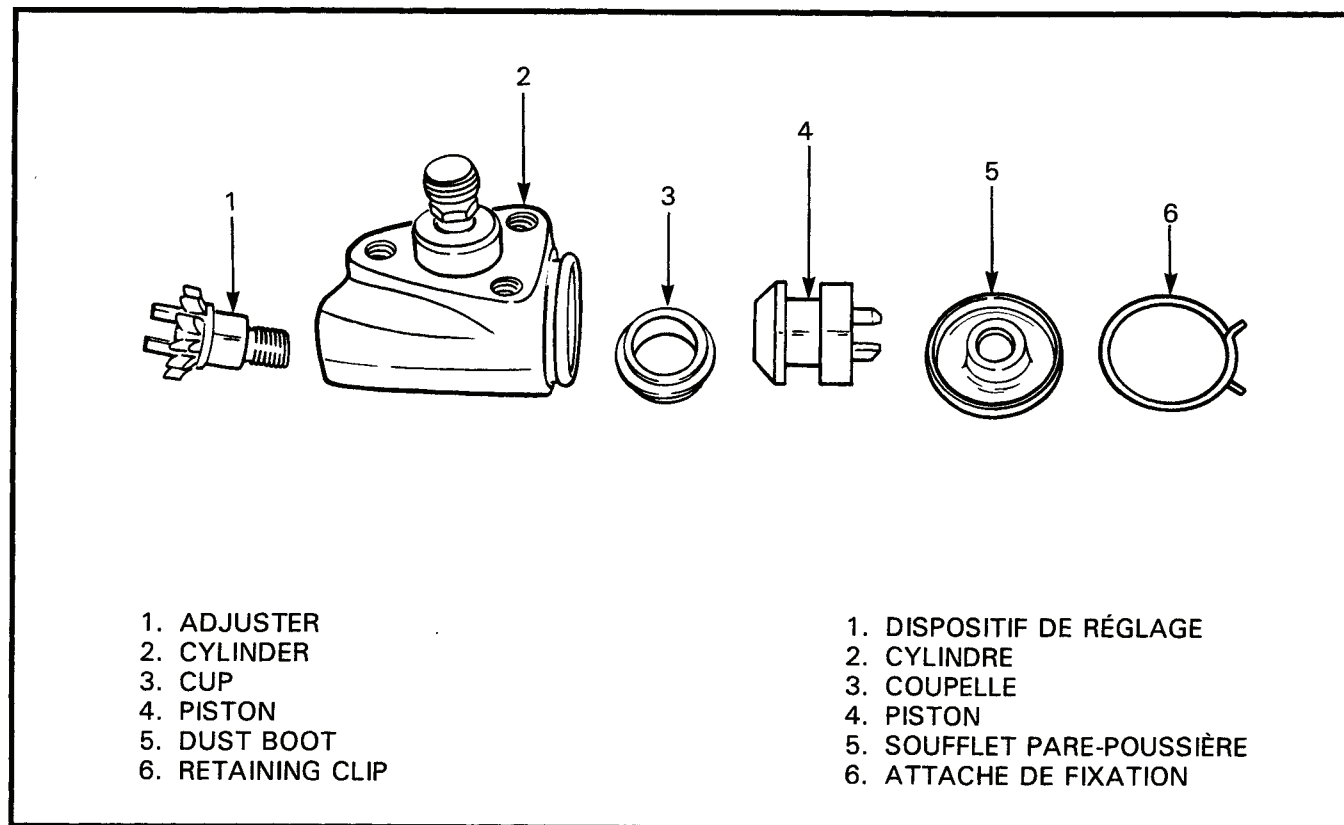

Figure 4-2-7 Components of Front Wheel Cylinder
20. **Disassembly** — To disassemble, see Figure 4-2-7 and proceed as follows:
- Remove the adjuster (1) from the cylinder (2).
- Remove the retaining clip (6) from the cylinder dust boot (5) and pull the boot from the cylinder.
20. **Démontage** — Pour démonter les cylindres, voir figure 4-2-7, et procéder comme suit:
- Enlever le dispositif de réglage (1) du cylindre (2).
- Enlever l'attache de fixation (6) du soufflet pare-poussière du cylindre (5), et enlever le soufflet du cylindre.
22. **Assembly** — To assemble see Figure 4-2-7 and proceed as follows:
- a. Carefully install the cup (3) on the piston (4), ensuring the lip of the cup faces toward the inner end of the piston.
- b. Install the piston in the cylinder (2), ensuring the lip of the cup does not fold outward.
- c. Install a new boot (5) over the piston end of the cylinder and install a retaining clip (6), ensuring the tangs of the clip will face away from the backing plate when the cylinder is installed on the backing plate.
22. **Assemblage** — Pour assembler les cylindres, voir figure 4-2-7 et procéder comme suit:
- a. Placer soigneusement la coupelle (3) sur le piston (4) en s'assurant de placer la lèvre de la coupelle vers l'intérieur du piston.
- b. Installer le piston dans le cylindre (2) en prenant soin de ne pas replier la lèvre de la coupelle vers l'extérieur.
- c. Installer un nouveau soufflet (5) sur l'extrémité du cylindre où se trouve le piston, et installer une attache de fixation (6) en s'assurant que les queues de la maille sont placées dans la direction opposée au plateau de frein alors que le cylindre se trouve sur le plateau.